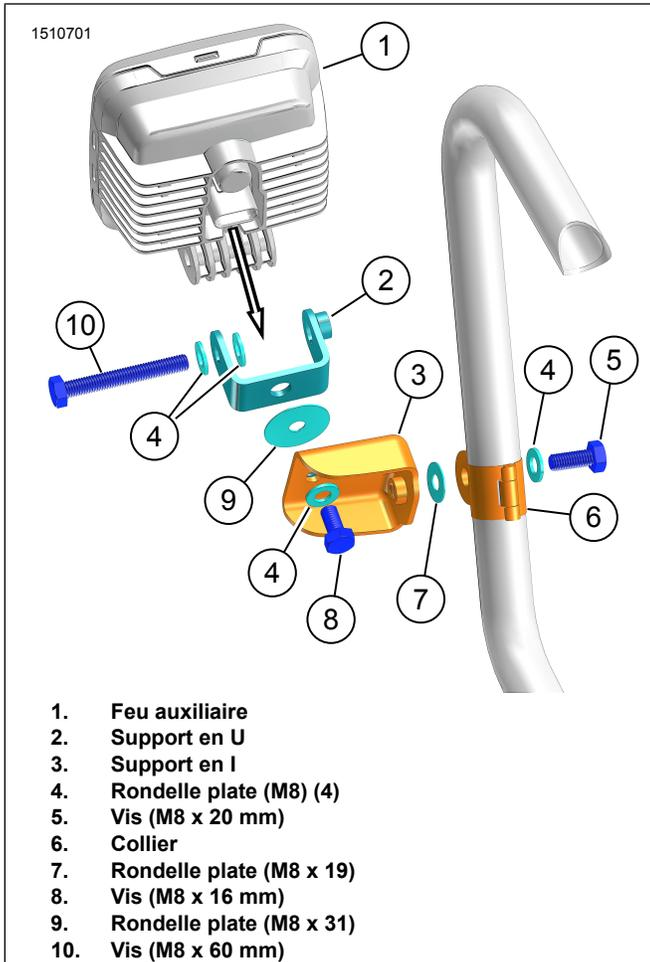

Figure 4. Installation des feux auxiliaires (typique)
1. Voir la Figure 4. Installer le support en U (2) sur le feu auxiliaire (1).
- a. Installer la vis (10) et deux rondelles plates (4).
- b. Serrer la vis (10) lâchement.
2. Installer le support en I (3) sur le support en U (2).
- a. Installer la vis (8), la laveuse plate (4) et la laveuse plate (9).
- b. Serrer la vis (8) lâchement..
4. Voir la Figure 4. Installer la bride (6) sur le support en I (3).
- a. Installer la bride (6) sur le protecteur.
- b. Installer la vis (5), la laveuse plate (4) et la laveuse plate (7).
- c. Serrer la vis lâchement (5).